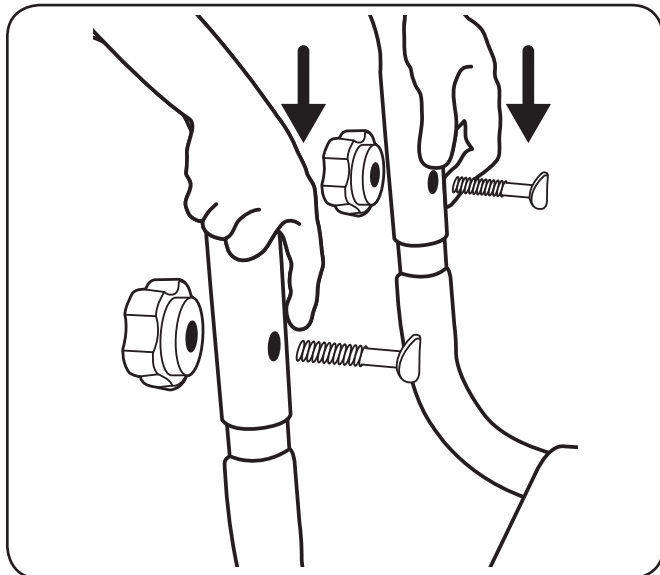

Figure 3-1
1. Faites glisser la poignée sur le cadre et le fixer avec les boulons de selle et les boutons. Voir Figure 3-1.